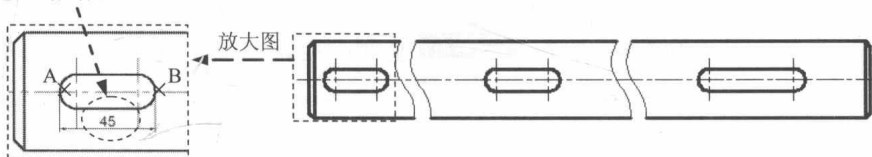

图 1.1.22 创建线性标注
(1) 创建线性标注。选择下拉菜单 **标注(B)** → **线性(L)** 命令,分别单击图 1.1.22 中的 A、B 两点,在绘图区的空白区域单击,以确定尺寸放置的位置。